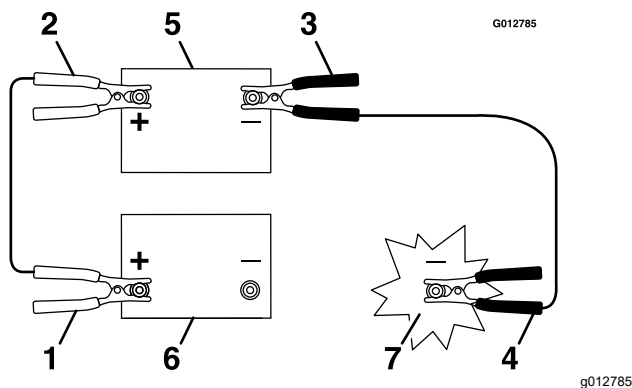

Figura 47
3. Conecte el cable positivo (+) al borne positivo (+) de la batería descargada que está conectado al motor de arranque o al solenoide (Figura 47).